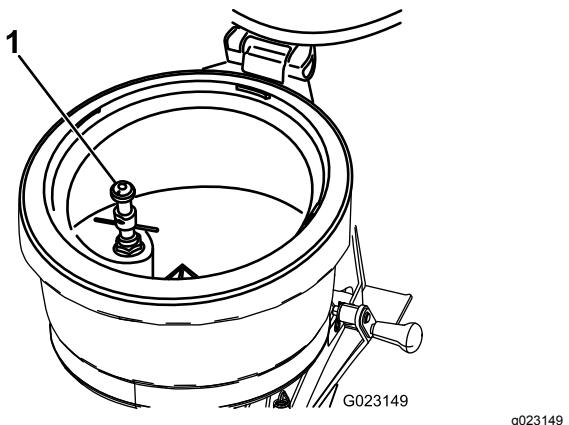

Figure 34
L'embout de rinçage (Figure 34) est situé à l'intérieur du réservoir du mélangeur. Utilisez l'embout de rinçage pour éliminer les résidus de produit chimique à l'intérieur du récipient (bouteille) de conditionnement du produit en question. L'embout de rinçage est mis sous pression avec la solution présente dans la cuve de pulvérisation. Le récipient (bouteille) de produit chimique est rincé avec la solution du système de pulvérisation qui est déchargée par l'embout de rinçage.
- Placez le bord du récipient sur l'embout de rinçage et appuyez pour ouvrir la vanne ; voir Figure 34 sous Embout de rinçage (page 19).